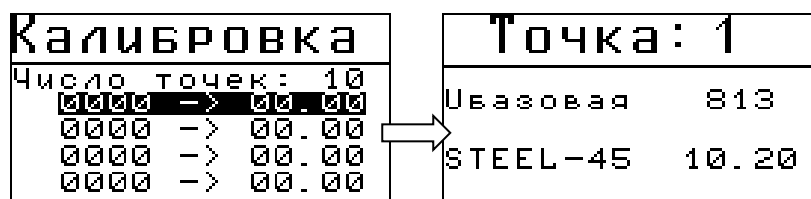

Рис.3-6 Калибровка первой точки шкалы
**Шаг 6.** Проведите калибровку по всем точкам (рис. 3-6). Для этого кнопками  выберите точку и нажмите . В следующем окне с надписью «Точка 1» укажите кнопками  (позиция цифры) и  (цифра) – точное значение меры толщины на которой проводите калибровку. Затем установите преобразователь на данную меру толщины, уложенную на основание и получив устойчивые значения **Убазовая** нажмите кнопку .
**Важно!** Для созданной таким образом пользовательской шкалы вариант калибровки, описанный в п. 2.3 недоступен. При нажатии кнопки  в пункте калибровка откроется окно аналогичное рис.3-6, дающее возможность пользователю полностью откорректировать все точки шкалы.